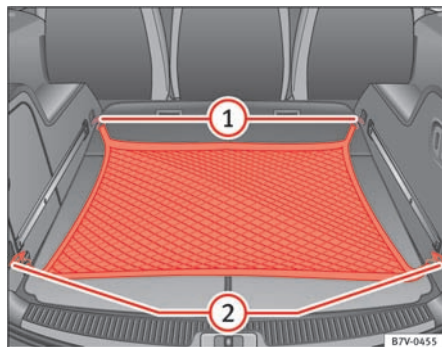

Fig. 100 I bagagerummet: bagagenet, der er hægtet fladt fast
- Hægt bagagenettets kroge i øjerne ⇒ Fig. 100 ① og ②.